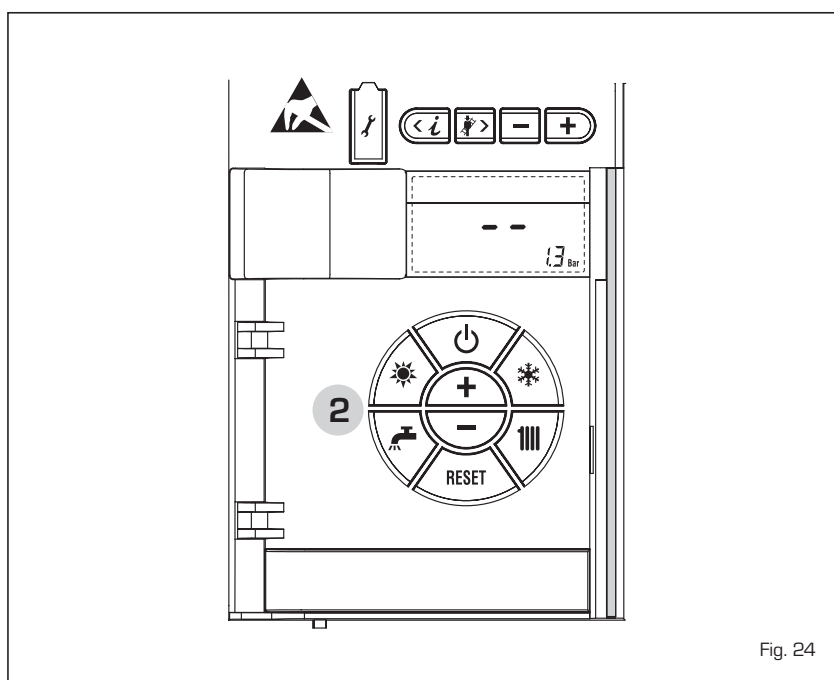

Fig. 24
ENCENDIDO MODULO INDIVIDUAL (fig. 24)
APAGADO MODULO INDIVIDUAL (fig. 24)
En caso de breves ausencias, pulsar la tecla **(☺)** del panel de mandos (pos. 2). El display se presenta como indica la fig. 24.